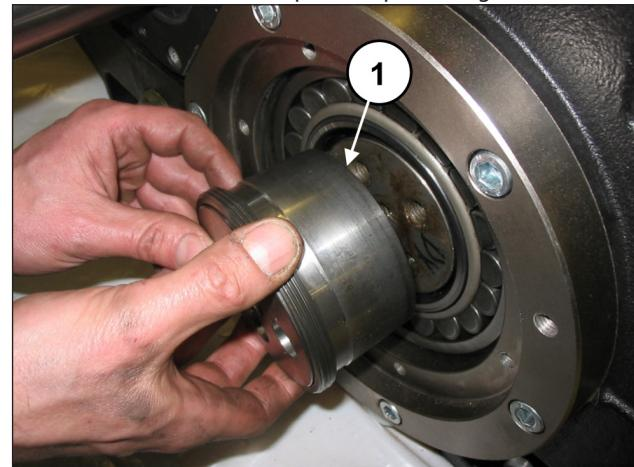

Fig. 20
Retire ambas as bússolas de pressão (pos. ①, Fig. 20).